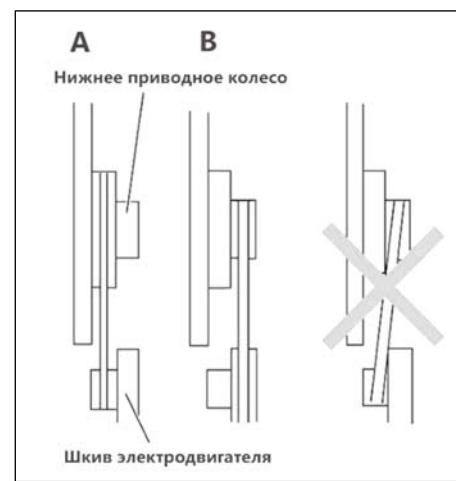

Рисунок 16.
- Наденьте приводной ремень на требуемый шкив ведущего маховика (нижний маховик) и соответствующий шкив электродвигателя (рис. 16). Положение А — низкая скорость. Положение В — высокая скорость.